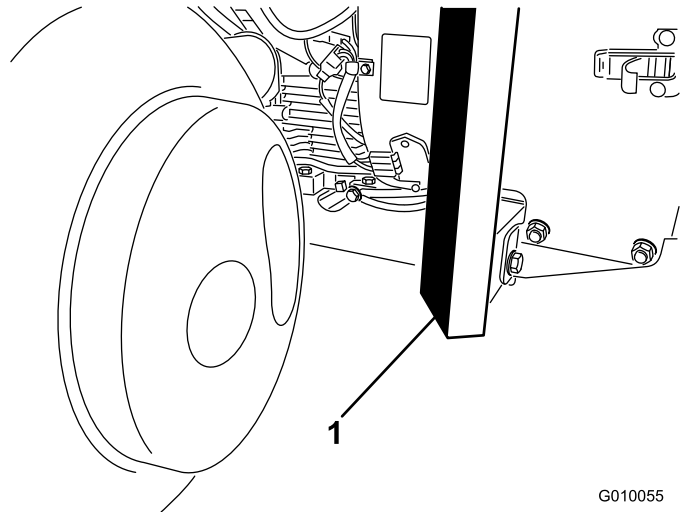

Figura 38
3. Posicione bem o apoio debaixo da parte da frente da estrutura (Figura 38).